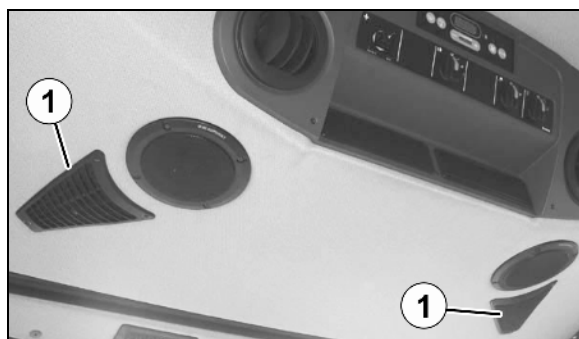

Bild 165
1. Demontera cirkulationsfiltret (Bild 165/1).